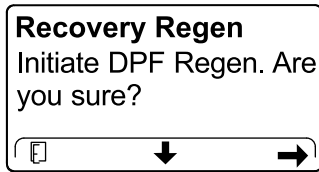

Figura 64
4. Nella schermata INITIATE DPF REGEN premete il pulsante destro per continuare (Figura 64).